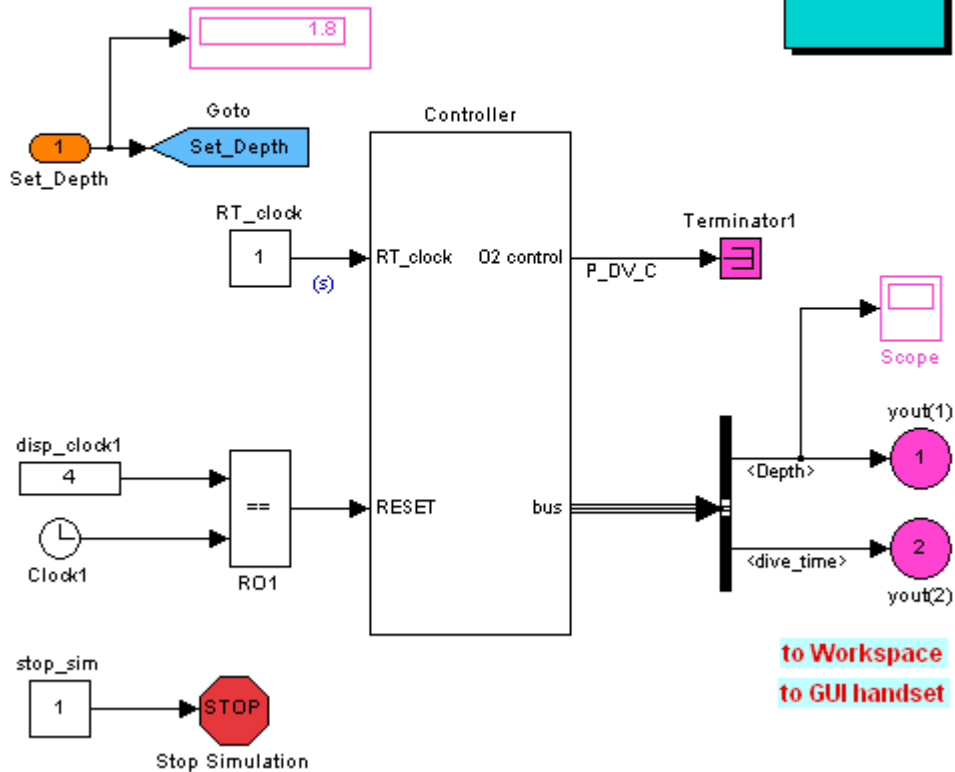
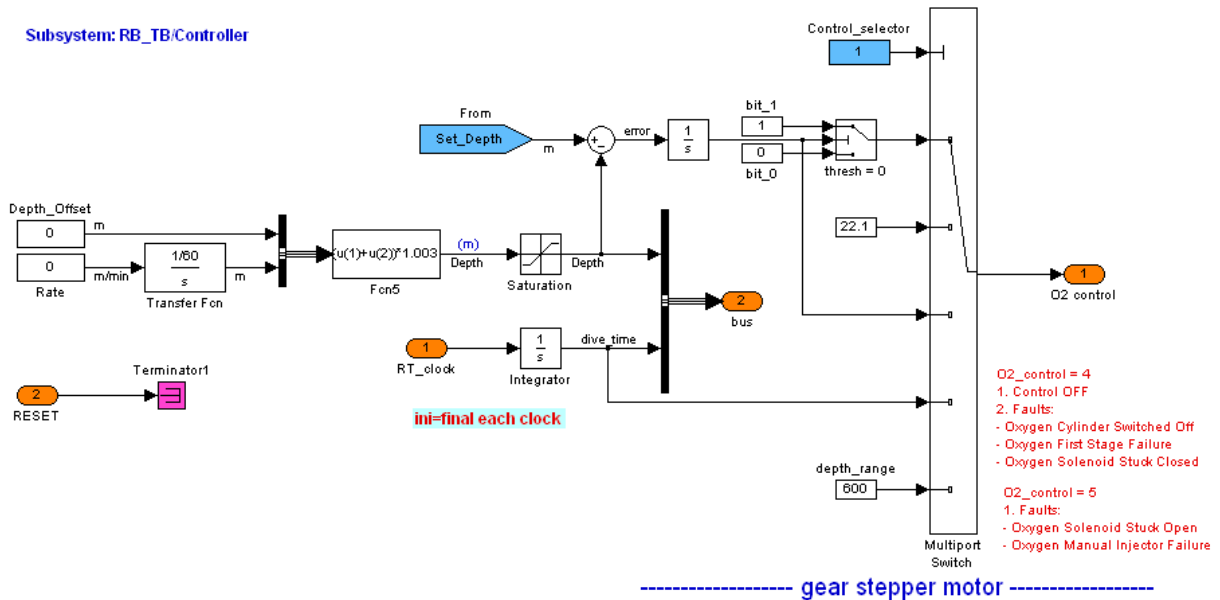
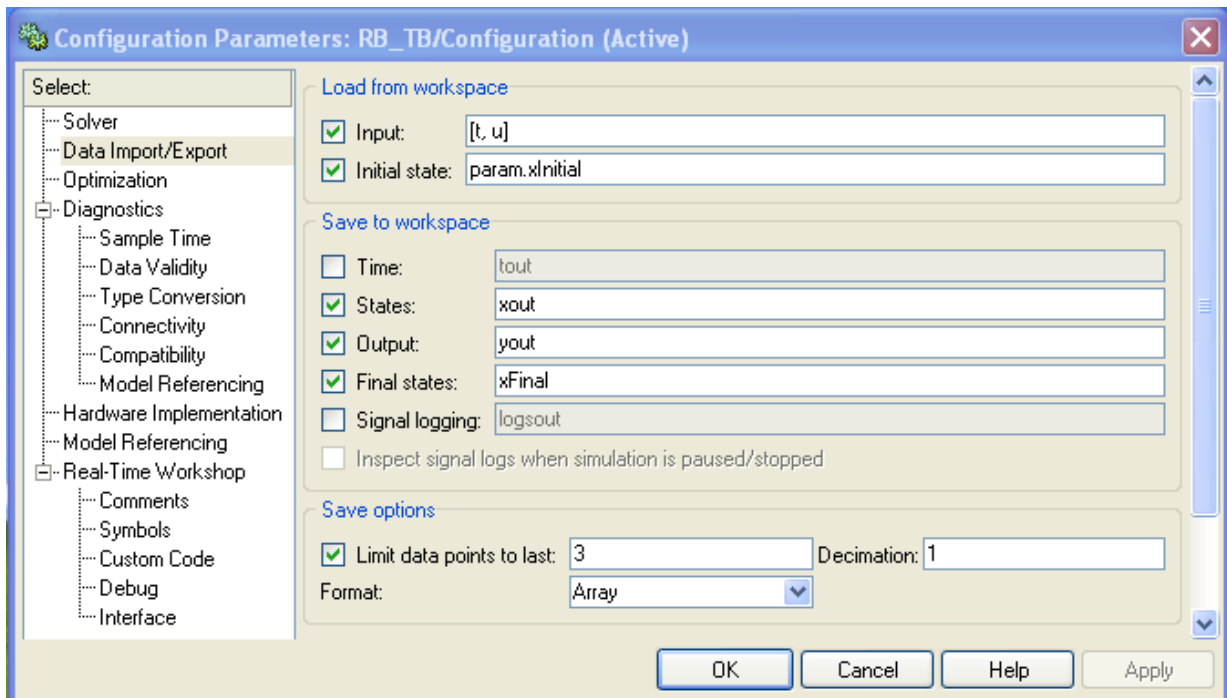

Рис. 4. Основной модуль mdl модели
Рис. 5. Подсистема модели "Controller" основного модуля
Рис. 6. Параметры моделирования
1. Наберите модель simulink (см. рис.4 и рис.5) и установите параметры моделирования (см. рис.6).